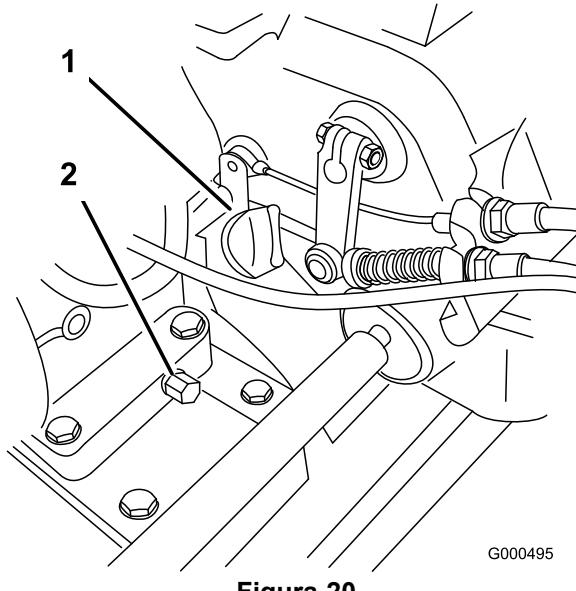

Figura 20
- Coloque el cortacésped con el motor nivelado, y limpie la zona alrededor del indicador del nivel de aceite (Figura 20).
- Coloque un recipiente debajo del tapón de vaciado, en la parte trasera de la máquina (Figura 20). Retire el tapón de vaciado.